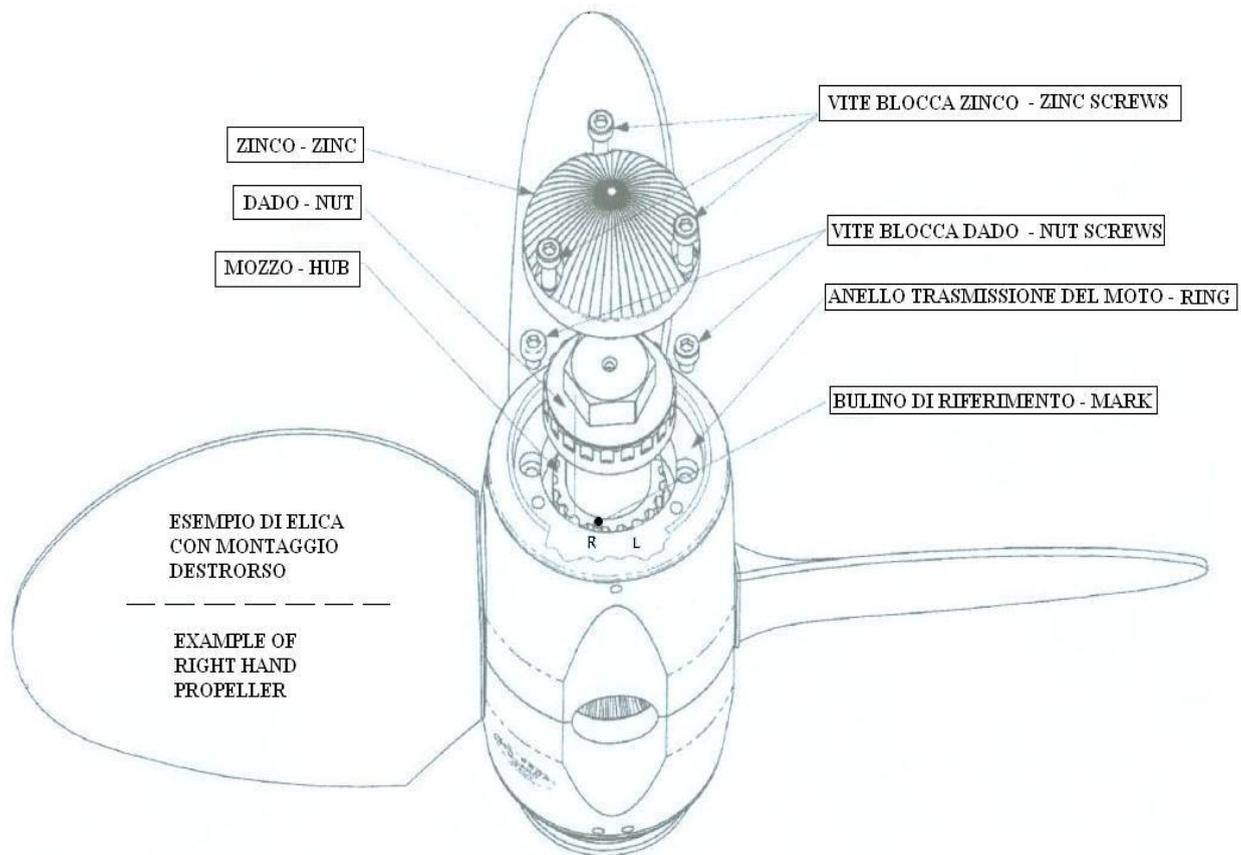

Fig. 4
(Se aveste dei dubbi: per capire il senso di rotazione del Vostro asse motore, è necessario innestare la marcia avanti e guardare da poppa verso prua. Se l'asse gira in senso orario la rotazione è destrorsa, al contrario se gira in senso antiorario la rotazione è sinistrorsa). Per cambiare il senso di rotazione della MAX PROP® EASY, da destrorsa a sinistrorsa o viceversa, procedere come segue, facendo riferimento alla fig.4:
- Se rimontate l'anello porta-zinco con il dente "R" in corrispondenza del dente del mozzo che ha stampigliato il bulino avrete un elica destrorsa, se invece inserite l'anello con il dente "L" in corrispondenza del dente del mozzo che ha stampigliato il bulino avrete un elica sinistrorsa(vedi Fig.4).
*With the MAX PROP EASY® it is also possible to change the rotation, e.g. if you change the engine, or if there was a mistake when ordering the prop. If you have doubts about the engine rotation, it can be determined looking forward from the stern of the boat. With the engine in forward position a clockwise rotation of the propeller means it is right handed(R), and a counter-clockwise rotation is left handed (L).*
*In order to change the rotation of the MAX PROP EASY®, from a right hand rotation to a left hand rotation or vice versa do as follows, referring to fig.4*
- *If you place the zinc bearing ring in its seat again, matching the "L" tooth with the hub reference mark, you have a left hand rotating propeller, on the contrary, with the "R" tooth you have a right rotating propeller as in fig.4*